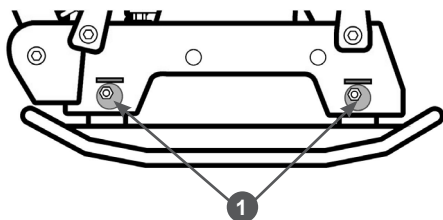

Рис. 30 Замена ремня вибратора PC1645RH
- Ослабьте затяжку четырех гаек крепления рамы с обеих сторон виброплиты и поверните эксцентриковые шайбы 1 так, чтобы рама с двигателем опустилась вниз (Рис. 30). Благодаря этому ослабнет натяжение ремня.